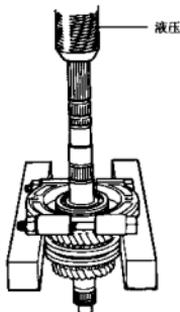

图 10-33
(8) 用液力工具拆卸钢球和输出轴轴承（图 10-33）。
在图 10-33 中，应确保轴承内的钢球不要丢失或损坏。